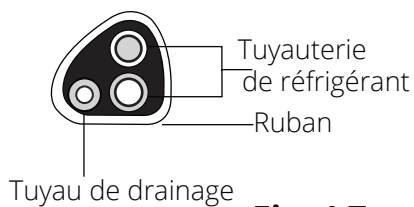

Fig. 4.7
3. A présent, vous devrez délicatement enrouler la tuyauterie de réfrigérant et le tuyau de drainage d'un ruban adhésif, en vous assurant que le tuyau de drainage se trouve en bas. **NE recouvrez PAS les extrémités de la tuyauterie (connecteurs) de ruban adhésif.** Reportez-vous à la figure 4.7 et à l'image ci-dessous pour connaître la bonne orientation de la tuyauterie lorsque vous l'enroulez de ruban.